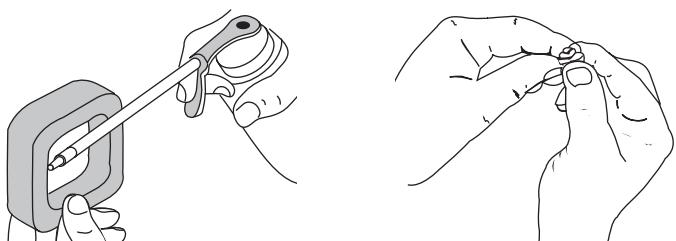

Fig. 29
5. Apriete el filtro para espesar y retirar el exceso de aceite (Fig. 29).